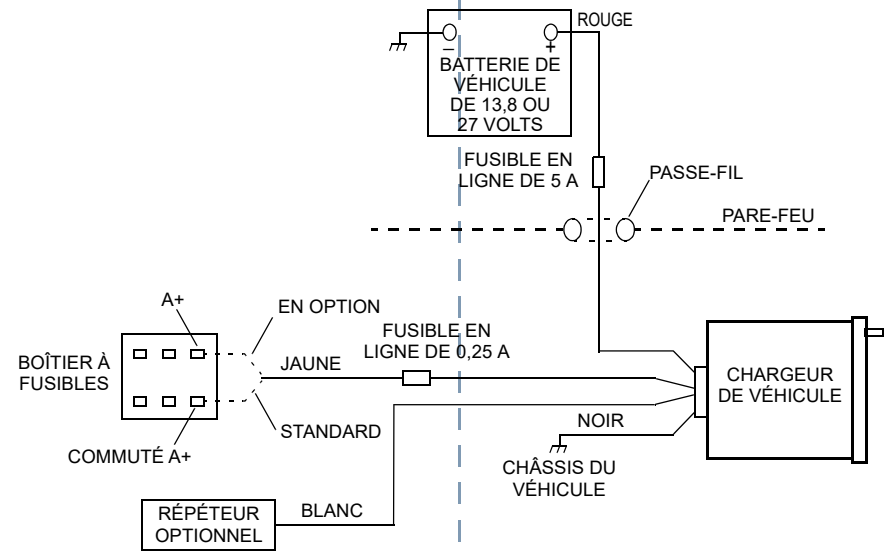

Figure 2 Console de câblage
- En vous référant au Tableau 1 à la page 2 et à la Figure 2, branchez le fil rouge (A+) (avec le fusible en ligne) du câble fourni à une borne non commutée de la boîte à fusibles du véhicule ou directement à la borne positive (+) de la batterie du véhicule. Placez toujours le fusible le plus près possible de la source de tension.